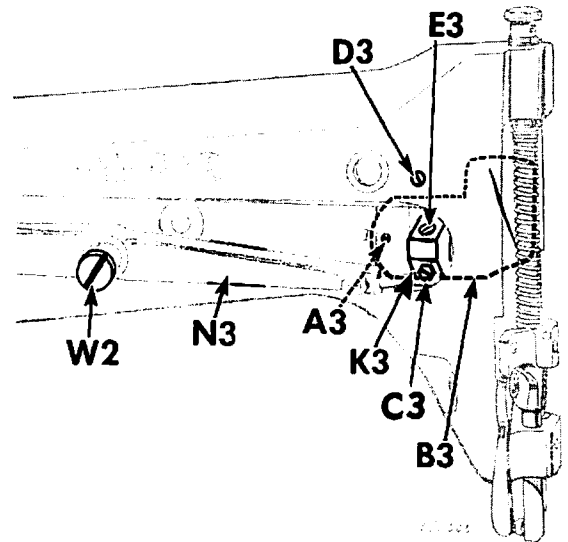

Fig. 57. Vis de la manivelle de barre à aiguille
3. Retirer le tourillon à vis W2, Fig. 57 et abaisser le levier élévateur N3 de barre du presseur pour dégager la vis A3, comme illustré Fig. 57.
4. Retirer la vis A3 et le protecteur B3, Fig. 57.
5. Desserrer la vis E3 et la vis de serrage C3, Fig. 57, de la grande vis à tête hexagonale.
6. Desserrer la vis D3, Fig. 57.
4. Serrer légèrement la vis d'arrêt **D3**, **Fig. 57** sur le méplat du tourillon **L3**. Cette vis ne doit être **complètement resserrée** qu'en procédant au réglage final du paragraphe 12.
8. **RESSERRER** légèrement la vis à tête hexagonale **C3**, **Fig. 57**.
12. Desserrer la vis d'arrêt **D3**, **Fig. 57**. Enfoncer complètement le tourillon articulé **L3** dans la fonte de la machine et resserrer la vis d'arrêt **D3** à bloc.
14. Remettre le protecteur **B3**, et la vis **A3**, **Fig. 57**. Resserrer la vis **A3**.
15. Remettre le levier élévateur **N3** et le tourillon à vis **W2**, **Fig. 57**. Resserrer le tourillon à vis **W2**.